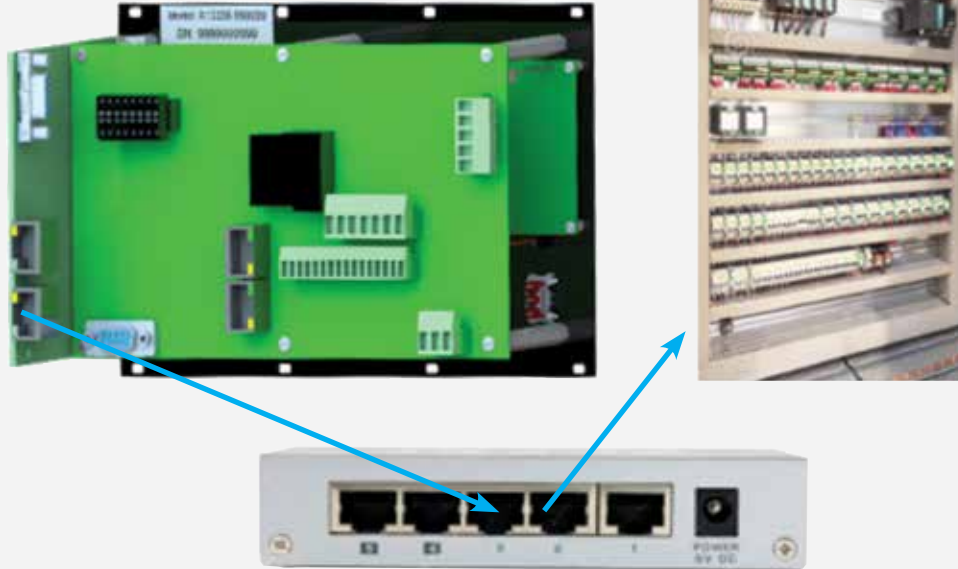

Abbildung 26: Ethernetkabelanschlüsse
2. Das Niederspannungskabel (LV) gemäß Abbildung 26 an die MP2e-HV-Steuerung anschließen. Legen Sie die Stelle in Ihrem Schaltschrank fest, wo das Niederspannungskabel (LV) herausgeführt werden soll und schneiden Sie eine Öffnung aus, falls keine vorhanden ist (Abbildung 30). Führen Sie das LV-Kabel dann durch diese Öffnung.
3. Die Ethernetkabel an den MP2e anschließen, wie in Abbildung 26 dargestellt. Passen Sie Ihren Schaltschrank so an, dass die Ethernetkabel aus dem Schrank herausgeführt werden können.
Es ist nicht schwierig, eine physische Ethernetverbindung für die MP2e-HV-Steuerung einzurichten. Einfach ein Ethernetkabel (gemäß Hinweis oben) von einem der Ethernetanschlüsse auf dem DCP (Display- und Kommunikationsfeld) des MP2e mit einem Ethernet-Switch verbinden. Als nächstes ein weiteres Ethernetkabel nehmen und es vom Schalter mit ihrer SPS oder anderen automatischen Steuerungshardware verbinden (Abbildung 26).